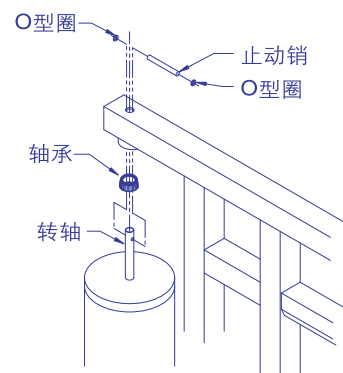

图4D. 安装悬臂
4.3 将悬臂安装到立柱的转轴上。将止动销穿过转轴并将O型圈套在止动销上（图4D）。